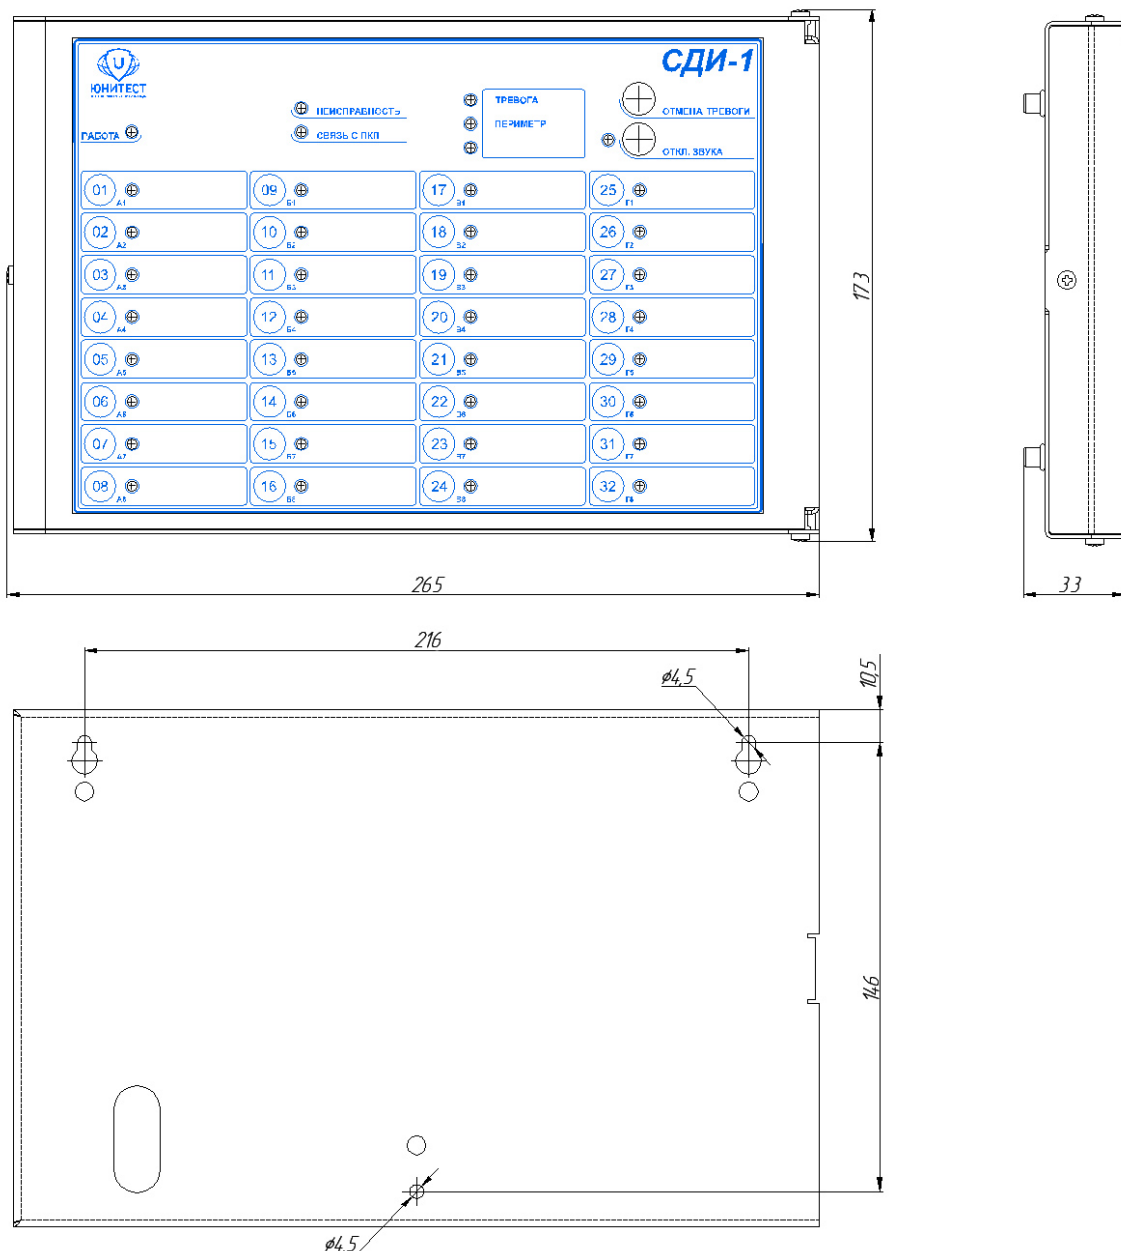

Рис.2. Габаритные и установочные размеры СДИ
6.1.1. СДИ состоит из корпуса с открывающейся передней панелью и платы индикации. Габаритные и установочные размеры СДИ показаны на рис.2.
6.2.3. Проложить провода согласно проекту. Установить СДИ, руководствуясь установочными размерами рис.2.